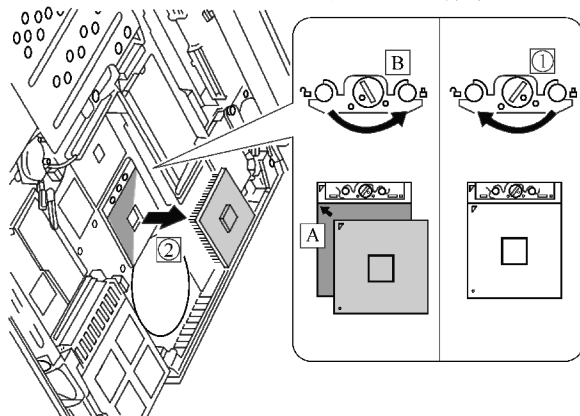

图 6-15 拆卸 CPU 示意图
(3) 最后还应检查 CPU 上的硅脂是否干涸，安装时应先清除已经干涸的硅脂，再在 CPU 芯片上涂上薄薄的一层硅脂，注意，硅脂若涂得太厚或太薄均不利于散热。
笔记本电脑 CPU 的拆卸方法如图 6-15 所示，首先应将 CPU 的旋钮朝箭头“①”方向打开，然后按箭头“②”方向即可取出 CPU。安装 CPU 时，应注意 CPU 的安装缺脚应与 CPU 座一致（即图中“A”位置）。当 CPU 安放好后，再按照箭头“B”方向关闭旋钮锁。